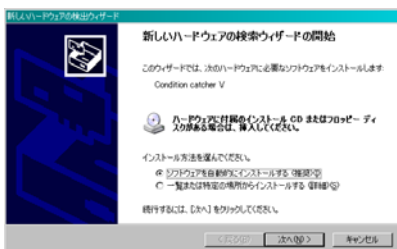

図 10. USBドライバのインストール画面1
- ①Windows 上のアプリケーションを全て終了させ、付属のCDをパソコンに挿入します。
- ②本体の電源を投入し、USBケーブルでパソコンと接続します。しばらくすると図10の画面が表示されます。ここで、『ソフトウェアを自動的にインストールする(推奨)』をチェックし、『次へ』ボタンをクリックします。